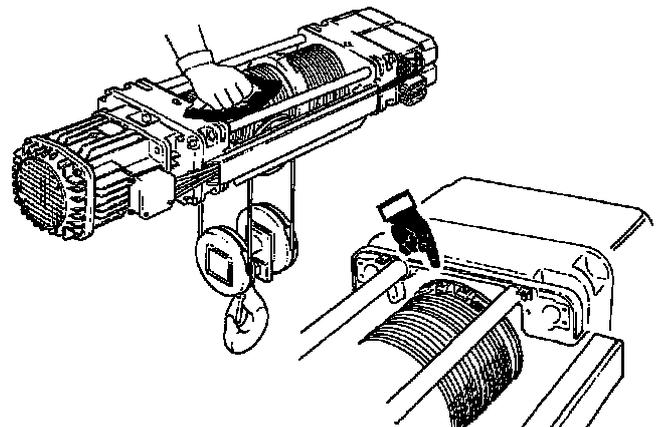

Abb. 136
**Vierteljährliche Überprüfung der Einheit Trommel/Seilführung** auf ihre Leistungsfähigkeit (Abb. 136):